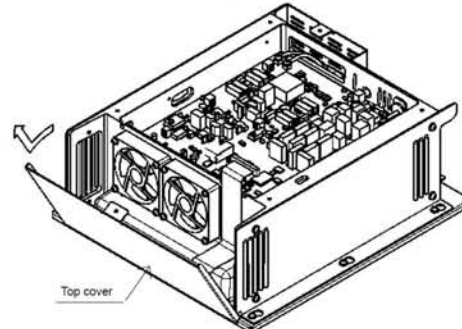

図2 [Fig.2]
2) 天板を取り外します。(図2)
Remove the top cover. [Fig.2]